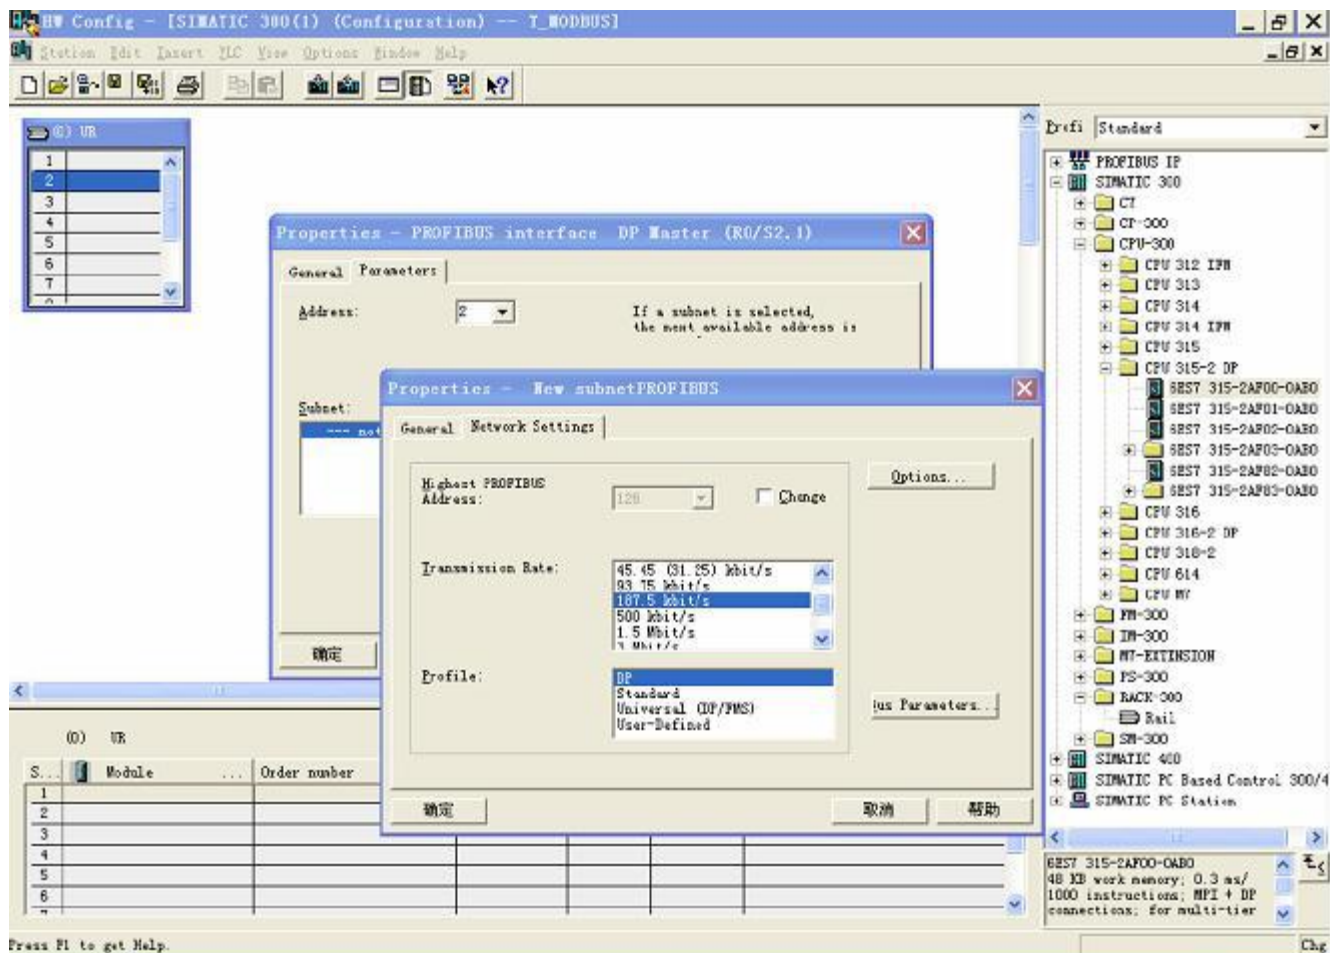

图 10
3. 创建 PROFIBUS DP 网络，设置 PROFIBUS DP: New->Network settings, 选择 DP, 选择一个波特率如 187.5Kbps, 然后 “OK”, 双击它；如图 10: